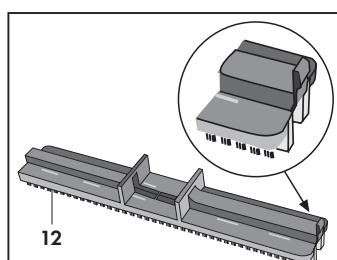

Fig. 15
- Telaio con i listelli in gomma per l'aspirazione del vapore e/o detergente su superfici dure (**Fig.15**).